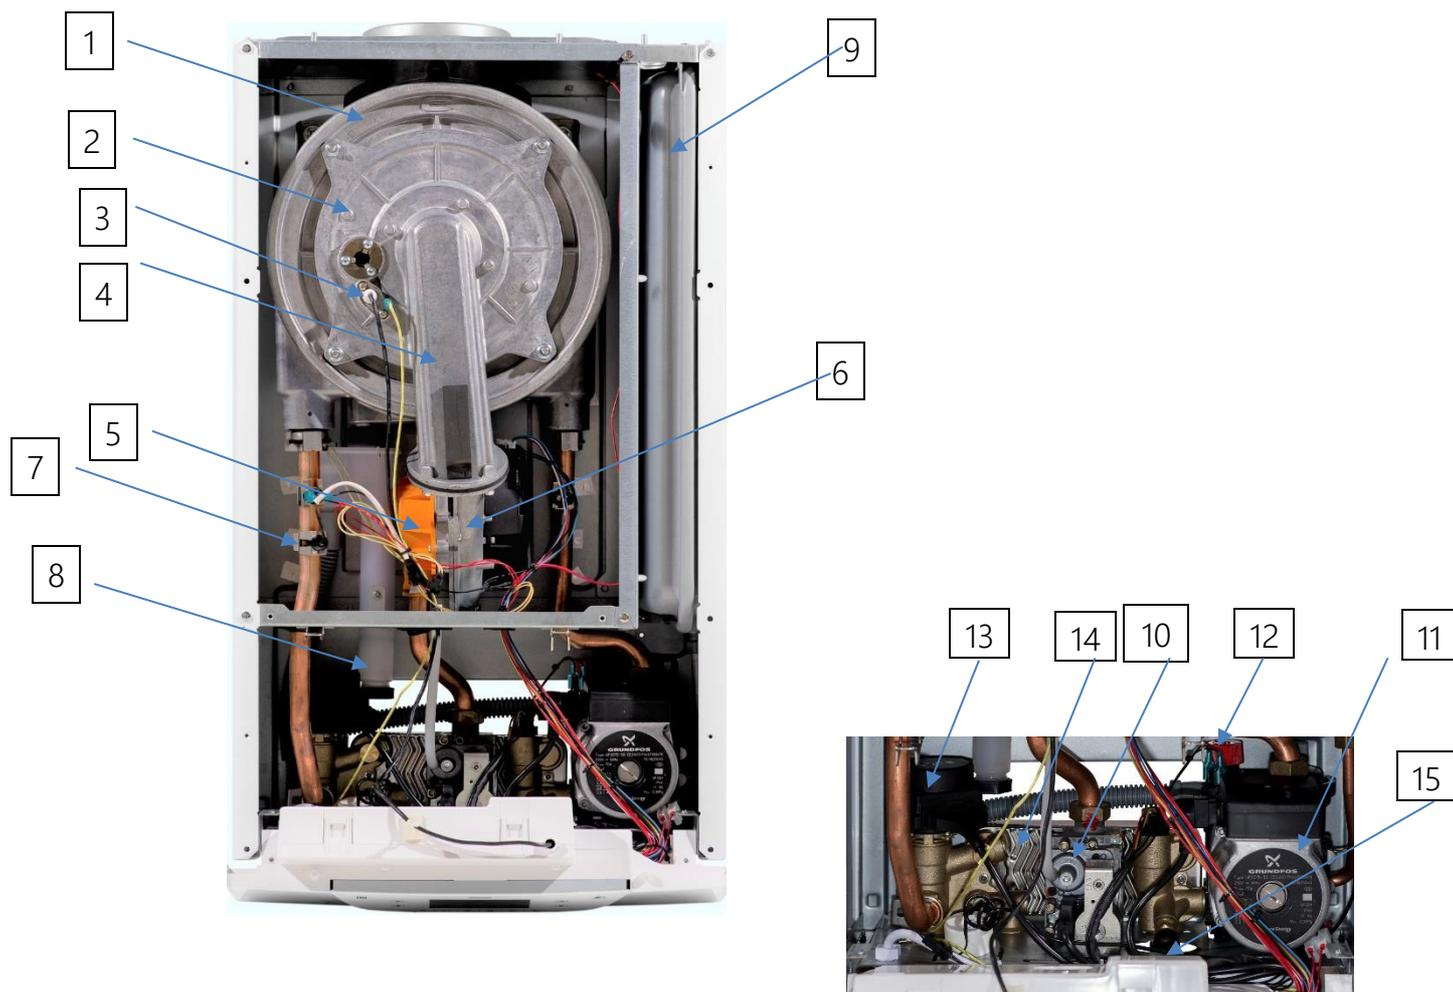

Рис. 2
3.6. Внутреннее устройство котла. (рис. 2)